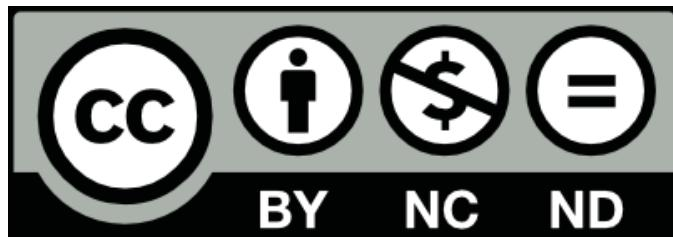

Abbildung 11.2: Ein weiteres Beispiel für ein Creative Commons-Symbol mit mehr Einschränkungen im Hinblick auf die gewerbliche Nutzung
Das Logo in Abbildung 11.2 spezifiziert, dass die Arbeit geteilt werden darf, dass die Lizenz aber nicht für eine gewerbliche Nutzung (NC) erteilt wird, und dass auch keine Ableitungen (ND) davon gestattet sind. Wenn Sie die Arbeit teilen, müssen Sie sie dem Ersteller oder Lizenzgeber zuordenbar machen.